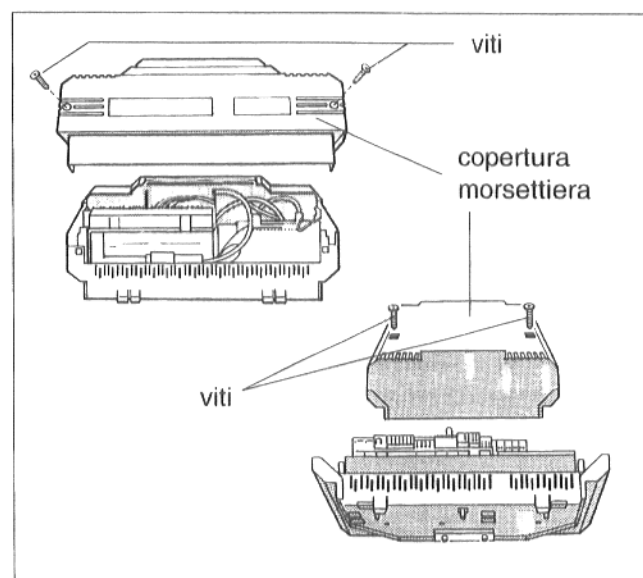

Fig. 15: sistemi di regolazione 4000 e 2000.
- Svitare le due viti autofilettanti dalla copertura della morsettiera (Fig. 15). Estrarre la copertura.
Svitare le due viti dalla mascherina del canale passacavi (Fig. 15). Rimuovere la mascherina del vano cavi.